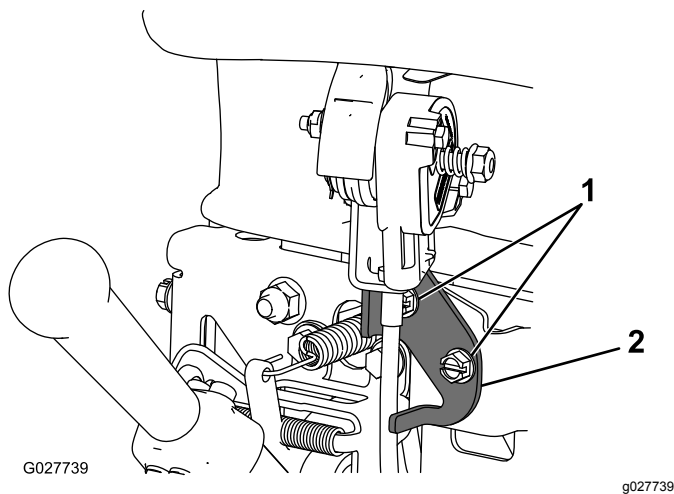

Рисунок 33
2. Ослабьте два крепежных элемента рычага дроссельной заслонки (**Рисунок 33**).